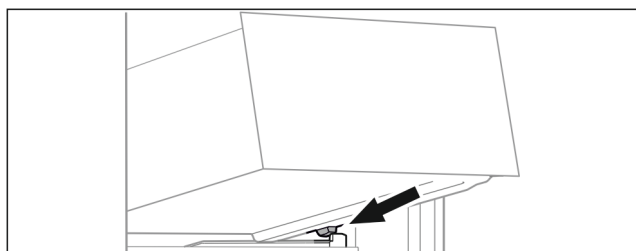

Fig. 114
- ▶ 将抽屉斜放在容器肋梁上的止动器后面。(参见 Fig. 114)